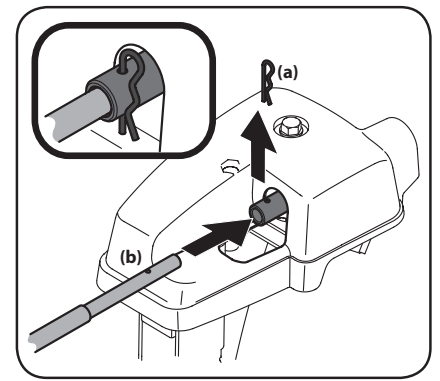

Figura 2-34
4. Retire el sujetador de horquilla (a) de la parte posterior del conjunto del control del canal. Consulte Figura 2-34.
5. Inserte el eje flexible (b) que se extrajo de la manija inferior durante el Montaje de la manija, en la parte posterior del cabezal de control direccional del canal. Consulte Figura 2-34. Sujete la varilla de control del canal al conjunto del control del canal con el sujetador de horquilla (a) que extrajo en el Paso 4.